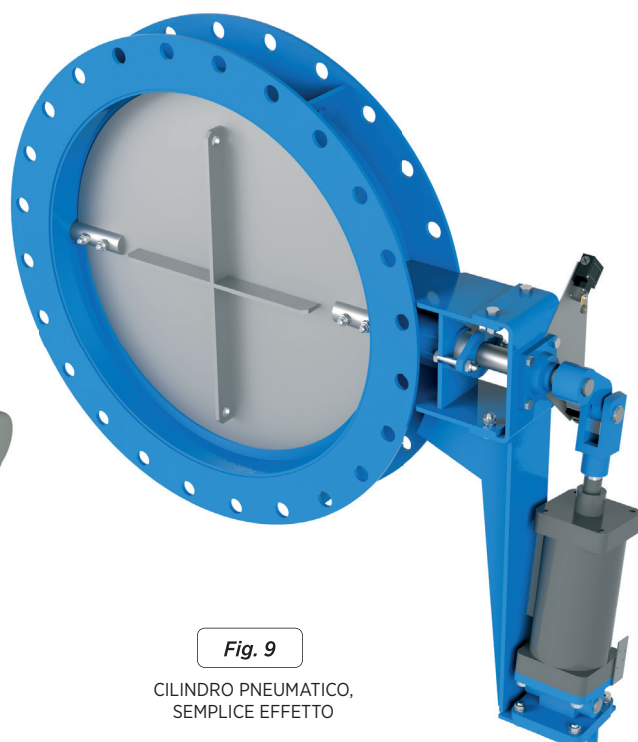

Fig. 9
- Cilindri pneumatici lineari (fig. 9). In questo tipo di azionamenti, una biella è montata sull'albero motore per trasformare in rotatorio il moto lineare generato dal cilindro e poter così azionare il clapet.